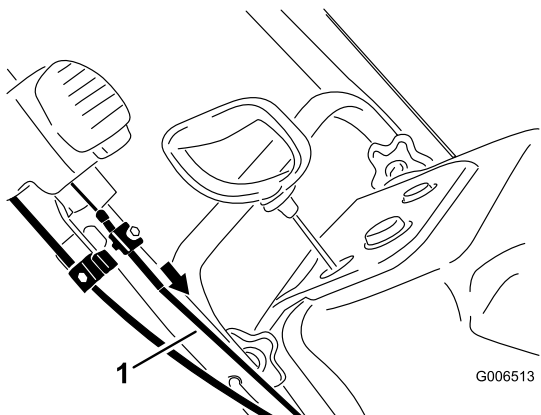

Bild 35
5. Ziehen Sie den Mantel des oberen Bowdenzugs nach vorne, bis der Bowdenzug straff ist. Ziehen Sie die Schraube an der oberen Kabelklemme fest (Bild 35).